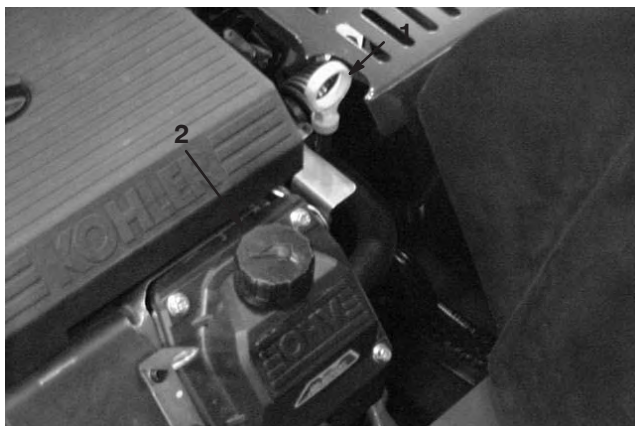

Figure 44
3. Nettoyez la surface autour de la jauge d'huile (Fig. 44) pour éviter que des impuretés ne s'introduisent dans le goulot de remplissage, ce qui risquerait d'endommager le moteur.
5. Versez lentement environ 80% de la quantité d'huile spécifiée dans le goulot de remplissage (Fig. 44) (voir Changement de l'huile moteur et du filtre, page 36).